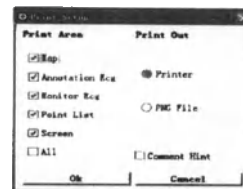

Рис. 10-9: Диалоговое окно «Print Setup».
- 3) В диалоговом окне «Print Setup» выбрать объект для печати (Рис. 10-9).